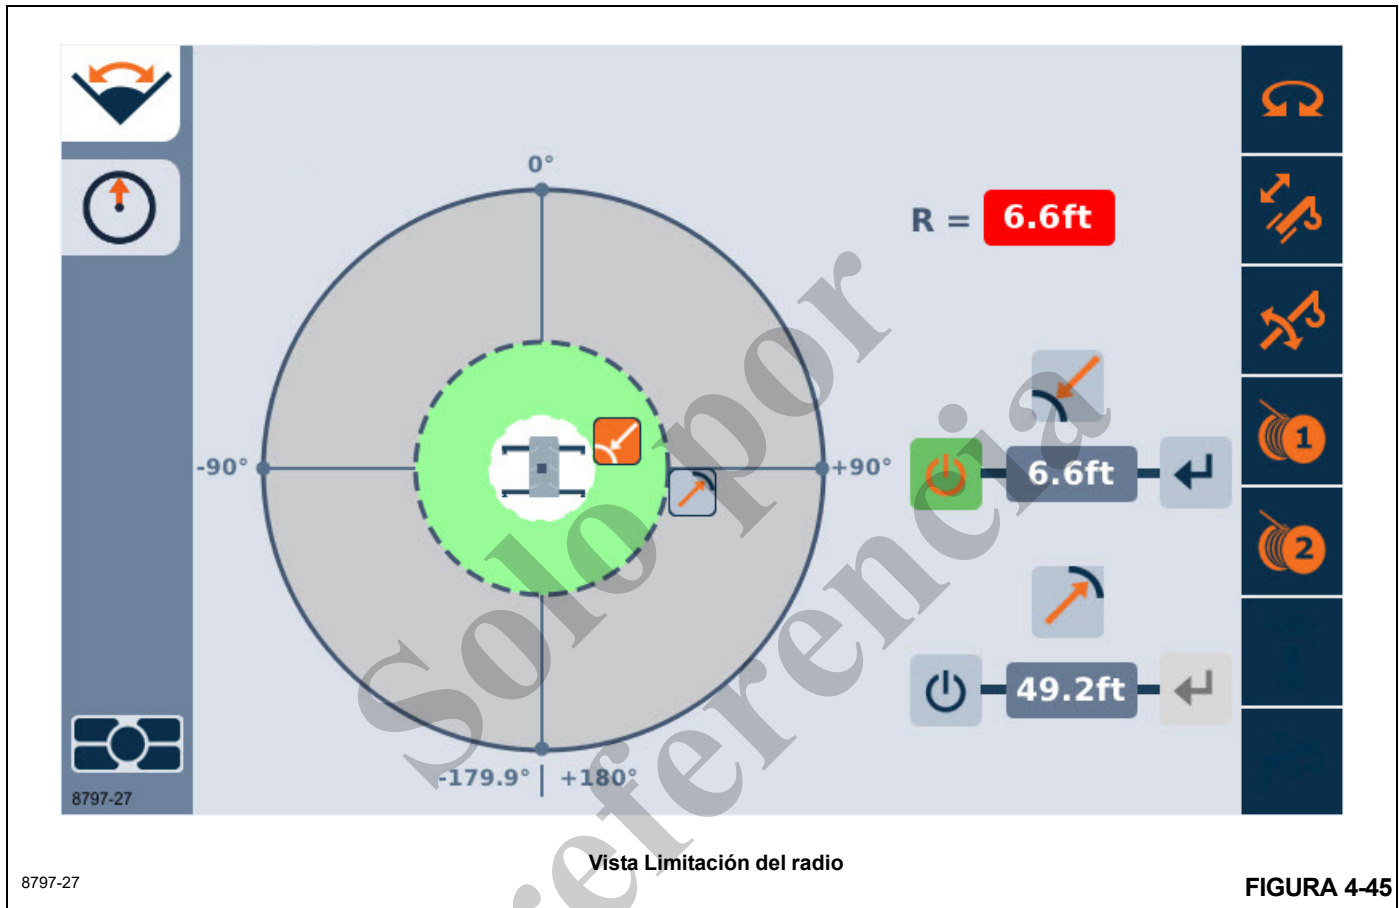

FIGURA 4-45
Si se selecciona la limitación de radio en el menú de limitaciones del WRL, se muestra la vista Limitación de radio (Figura 4-45).
Figura 4-45 puede verse que el símbolo  para el radio mínimo ha sido seleccionado y está resaltado con el color naranja. La Tabla 4-8 muestra los objetos disponibles en la vista de limitación del radio. Tenga en cuenta que el radio no puede digitarse (lo que sí es posible con la limitación de la altura).
2. La vista de limitación del radio (Figura 4-45) se muestra en la pantalla.
6. Use la función de flecha derecha una vez para resaltar el símbolo de aceptar la posición de la grúa para el radio interior (consulte la Tabla 4-8). Use el botón aceptar para aceptar la posición actual de la grúa (como el valor de 6.6 pies que se muestra en la Figura 4-45) como el valor de limitación. Ahora el valor de limitación debe mostrarse actualizado en la vista. Tenga en cuenta que la pluma está ahora en el límite, de modo que las alarmas probablemente sonarán. Ahora puede alejar la pluma del radio actual para parar la alarma. Consulte la Tabla 4-4 para conocer cómo funciona la alarma. Consulte la Figura 4-40 para conocer acerca del botón para cancelar la alarma audible (cuando el movimiento de la pluma se haya detenido).
6. Use la función de flecha derecha una vez para resaltar el símbolo de aceptar posición de la grúa para el radio exterior (consulte la Tabla 4-8). Use el botón aceptar para aceptar la posición actual de la grúa (como el valor de 49.2 pies que se muestra en la Figura 4-45) como el valor de limitación. Ahora el valor de limitación debe mostrarse actualizado en la vista. Tenga en cuenta que la pluma ahora está en el límite, de modo que probablemente las alarmas sean simuladas. Ahora puede alejar la pluma del radio actual para suspender la alarma. Consulte la Tabla 4-4 para conocer cómo funciona la alarma. Consulte la Figura 4-40 para conocer acerca del botón para cancelar la alarma audible (cuando el movimiento de la pluma ya no sea simulado).
1. La vista de limitación del radio (Figura 4-45) se muestra en la pantalla.